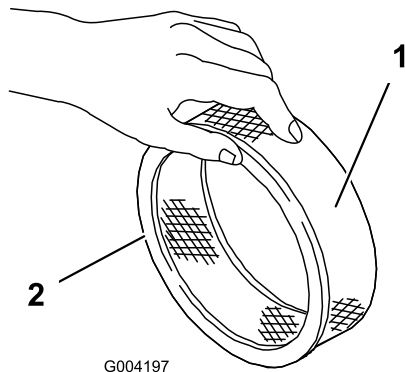

Figura 19
5. Golpee suavemente el elemento de papel en una superficie plana para eliminar polvo y suciedad (Figura 19).
1. Deslice cuidadosamente el prefiltro de gomaespuma sobre el elemento de papel (Figura 19).